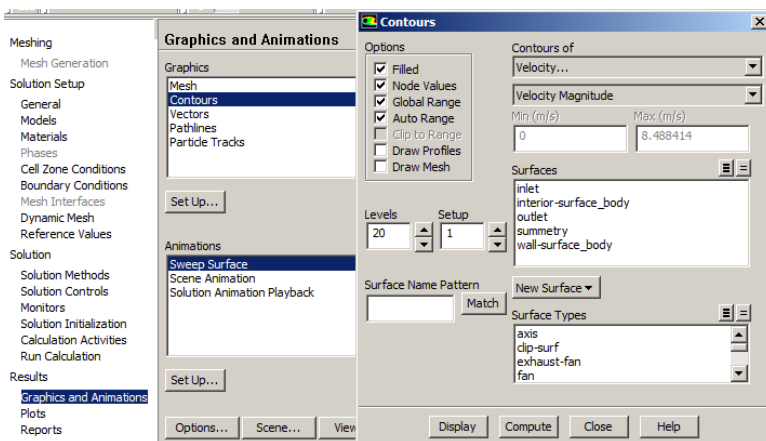

Рис. 38 - Меню представления полей параметров потока (*Contour*)
**Шаг 8.** Просмотрим результаты расчёта. Для этого нужно перейти на вкладку *Graphics and Animations* (графика и анимация), выбрать вид представления результатов в виде контуров (*Contour*) (рис. 38).